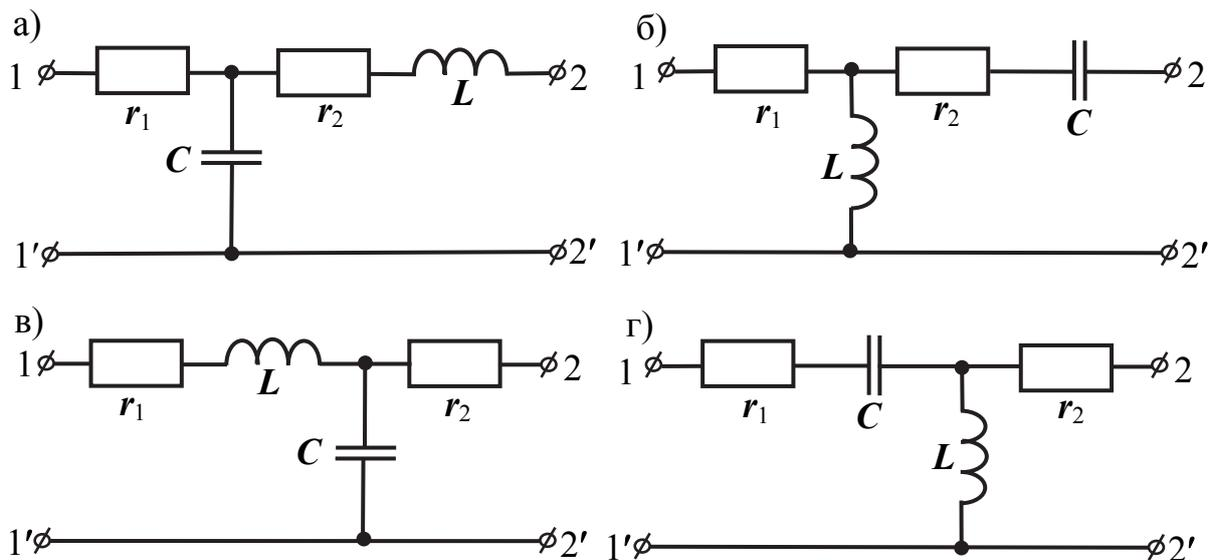

Рис. 16.1
1. Собрать одну из схем (рис. 16.1, а, б, в, г) по указанию преподавателя. Напряжение источника питания  $U = 4 \dots 5$  В. Частота синусоидального напряжения  $f = 0,8 \dots 1,5$  кГц. Сопротивления резисторов  $r_1 = 100 \dots 150$  Ом,  $r_2 = 100 \dots 220$  Ом, емкость конденсатора  $C = 0,47 \dots 1,00$  мкФ, индуктивность катушки  $L = 40 \dots 100$  мГн.